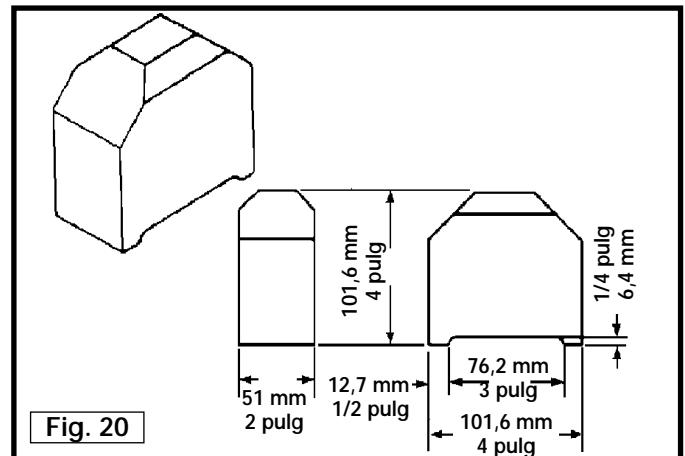

Fig. 20
- Con el fin de comprobar y ajustar el rodillo de avance de salida, usted necesitará un bloque de calibre hecho en casa con madera dura. Este bloque de calibre puede construirse siguiendo las dimensiones que se muestran en la Fig. 20.